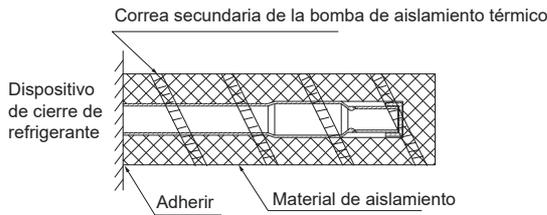

Fig.6-6
- Instrucciones de instalación de tubos de aislamiento para puertos de derivación no utilizados (lado de la unidad interior) (tuberías de gas y líquido) (consulte la Fig.6-6).